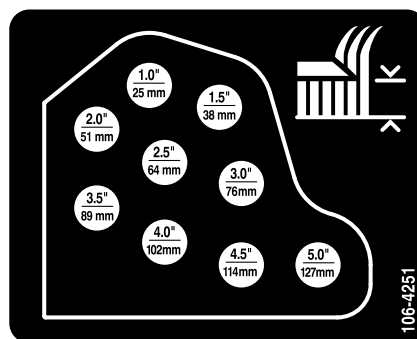

Figura 17
10. Montate le catene dell'altezza di taglio nel foro dell'altezza di taglio desiderata usando il perno con testa e la coppiglia (Figura 17).